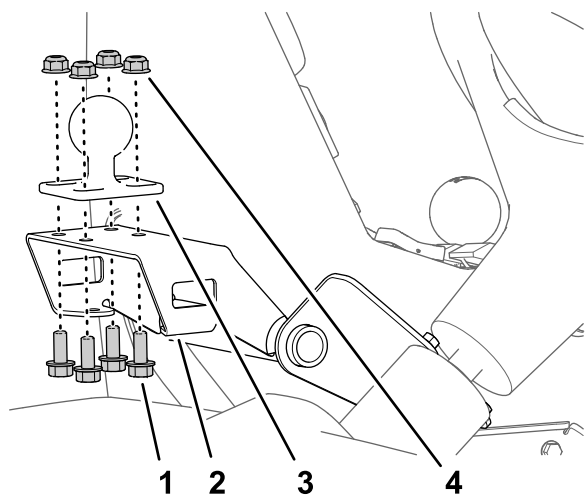

Figure 166
1. Fixez le support à rotule du la patte de montage du support du moniteur (Figure 166) à l'aide des 4 boulons à embase (5/16" x 3/4") et des 4 contre-écrous à embase (5/16").